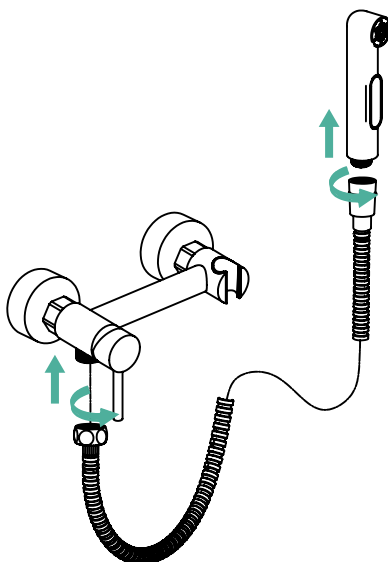

Рис. 4
- Присоедините шланг для душа и гигиеническую лейку (рис. 4). Откройте подачу холодной и горячей воды на небольшой промежуток времени, после чего закройте подачу воды.